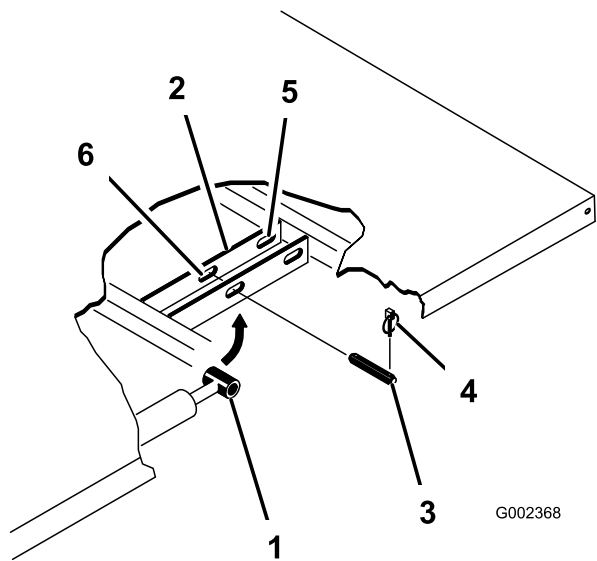

Figura 20
- Retire los pasadores de seguridad de los extremos exteriores de los pasadores de las varillas de los cilindros (Figura 20).
- Retire los pasadores que fijan las rótulas de las varillas de los cilindros a las chapas de montaje de la plataforma empujando los pasadores hacia dentro (Figura 20).
- Retire los pasadores de seguridad y los pasadores que fijan las placas de giro a los perfiles del bastidor (Figura 20).